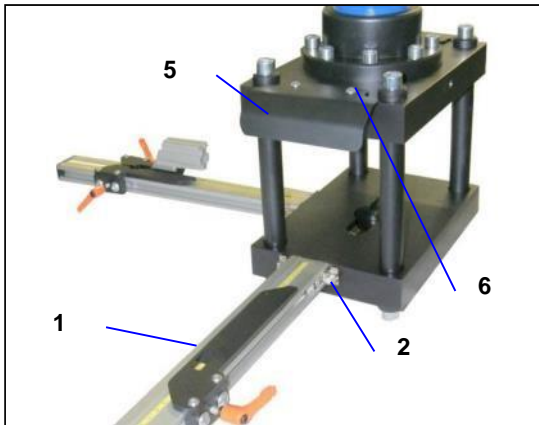

Рис. 1
- Використайте надані болти [6] (рис. 1) для монтажу затискачів [5].
- Використайте надані болти [2] (рис. 1) для монтажу бічних тримачів [1].